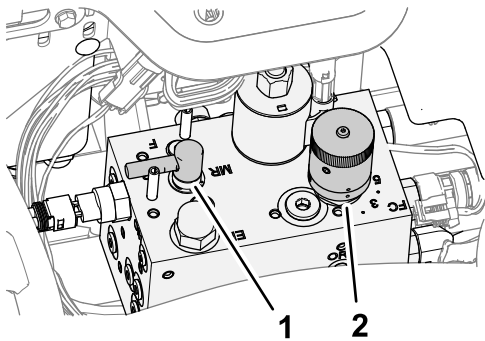

Figura 94
4. Deplasați maneta pentru ascuire în poziția R (de ascuire) (Figura 94).